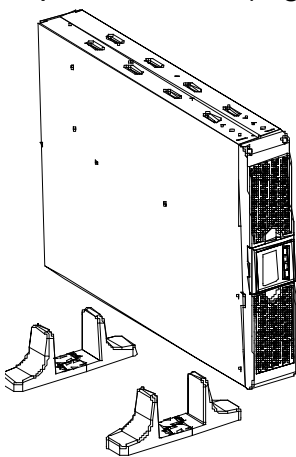

Fig 1
1. Faça deslizar a UPS verticalmente e coloque dois suportes para a UPS no fundo da torre (Fig 1).